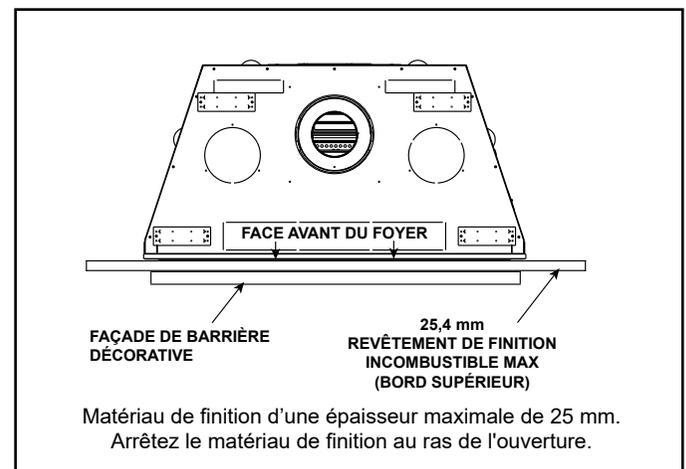

Figure 10.12 Façade décorative à ajustement superposé
- Ajustement superposé comme indiqué dans la figure 10.12. La façade décorative est installée sur le matériau de finition.